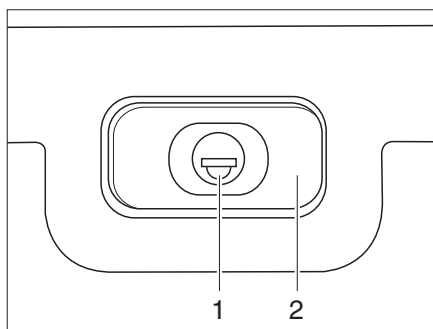

Fig. 31 Serrure du portillon, rectangulaire, fermée
- Insérer la clé dans le barillet (Fig. 31,1) et la tourner d'un quart de tour. La poignée de la serrure (Fig. 31,2) ressort.